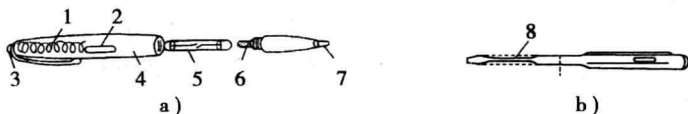

图 1—1 低压验电器
1) 低压验电器。低压验电器又称试电笔（简称电笔），有钢笔式和旋具式（旧称旋凿式、起子式或螺丝刀式）两种，如图 1—1 所示。